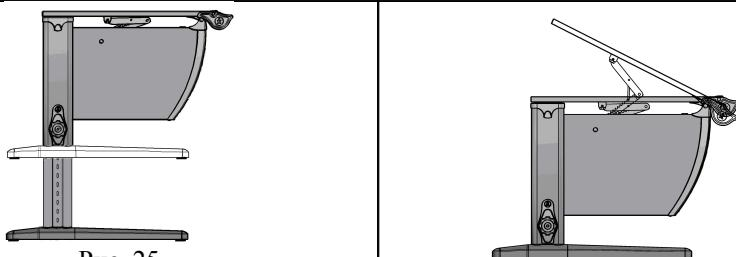

Рис. 25
- 6.2. Для удобства эксплуатации потребителями различных возрастных групп стол имеет возможность ступенчатой регулировки столешницы по высоте и углу наклона (см. рис. 25).